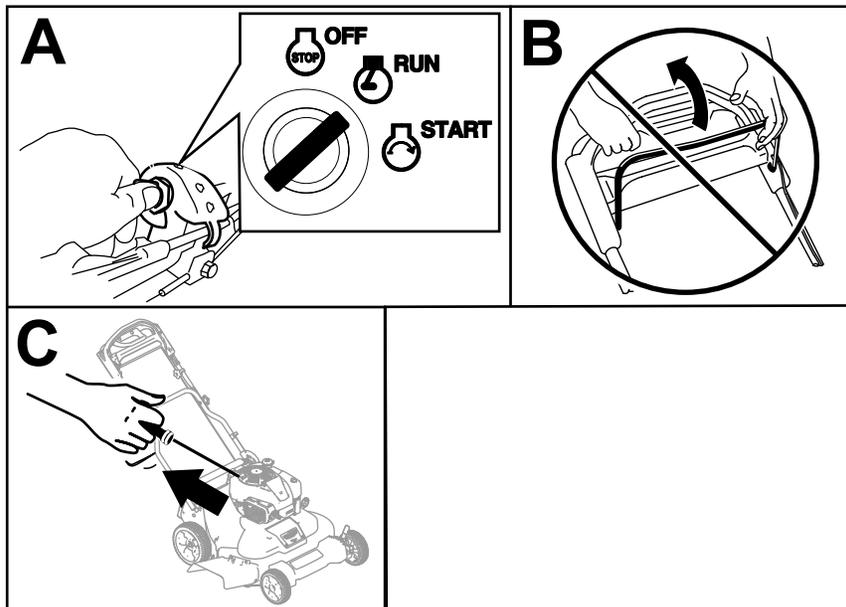

Рисунок 16
1. Поверните ключ зажигания в положение RUN (РАБОТА) (вид А на Рисунок 16).
**Внимание:** Не пытайтесь запускать двигатель с задействованной штангой управления ножом; в противном случае может перегореть плавкий предохранитель (вид В на Рисунок 16).
2. Медленно потяните за рукоятку механического стартера назад, пока не почувствуете сопротивление, после чего резко дерните за нее (вид С на Рисунок 16). Дождитесь полного втягивания троса в кожух двигателя.